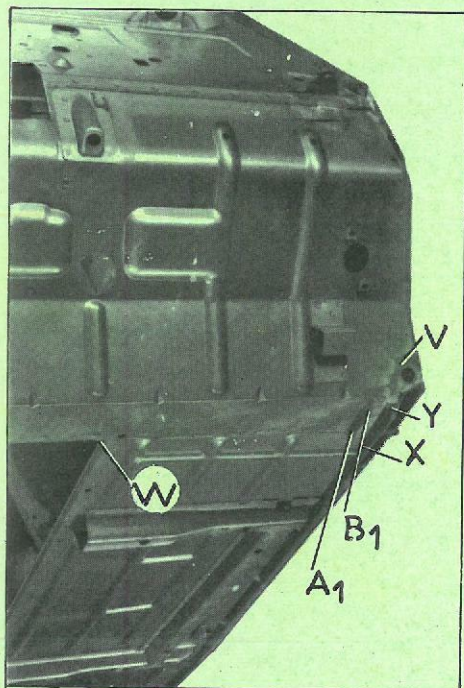

Fig. 6
- WX et symétriquement (fig. 6)
- XY et symétriquement (fig. 6)
- V et symétriquement (fig. 6)